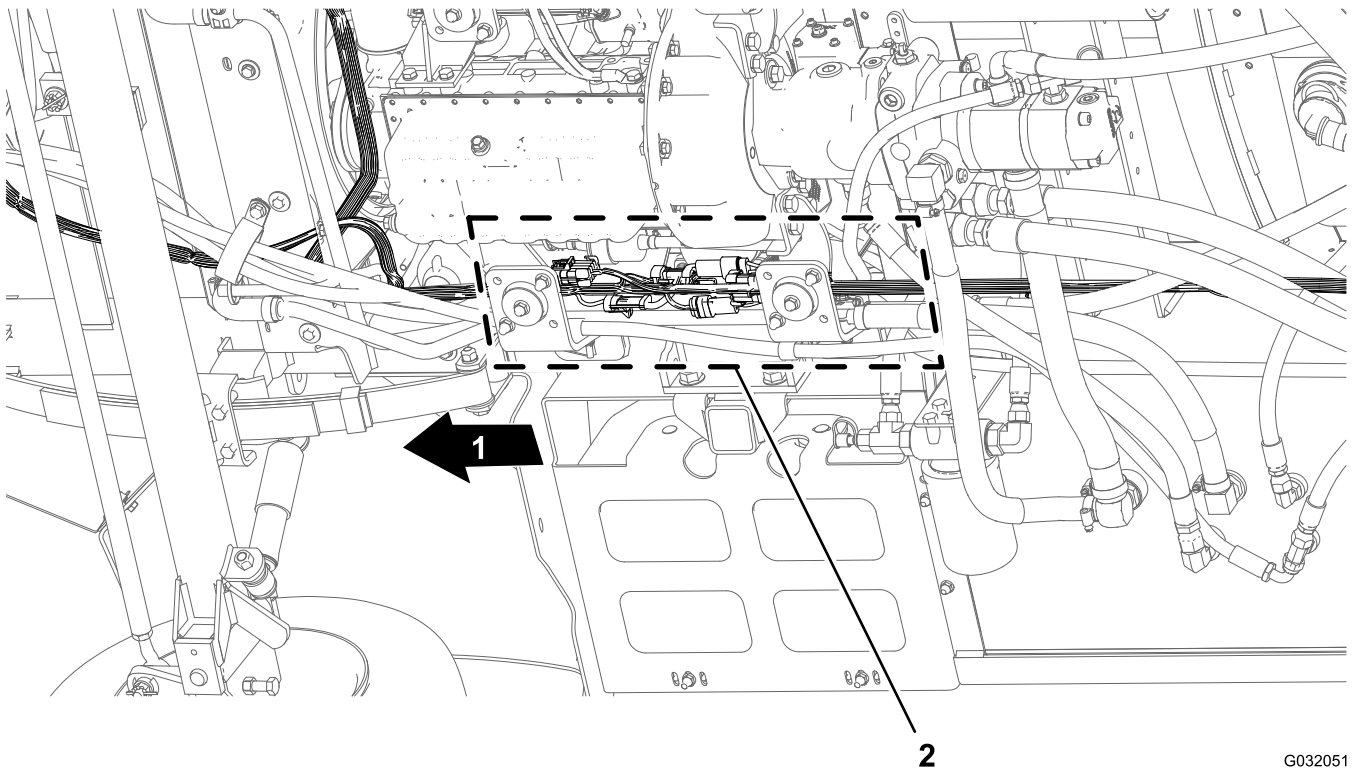

Figure 7
1. En passant sous la machine, le long du tube de cadre droit, localisez les connecteurs pour les faisceaux avant et arrière de la machine (Figure 7).